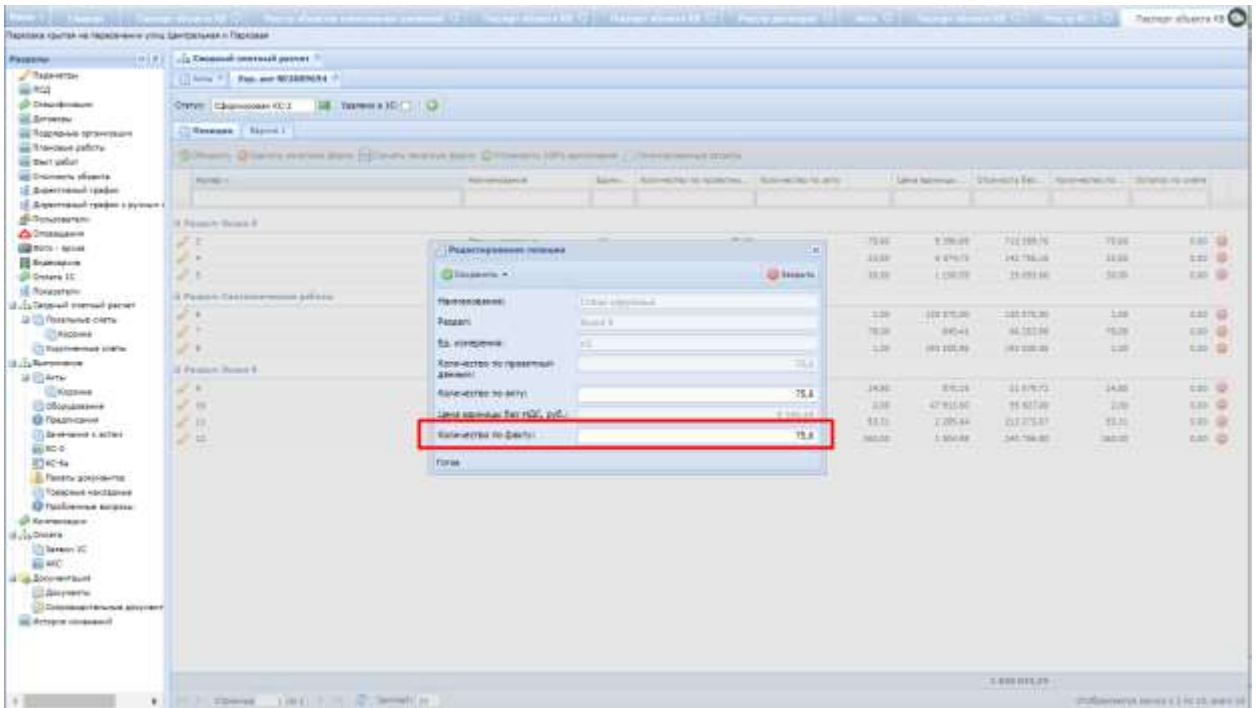

Рис. 136. Проставление фактического числа исполнения
2. проставить фактическое число исполнения – ввести с клавиатуры в поле «Кол-во по факту» по соответствующей позиции (Рис. 136).